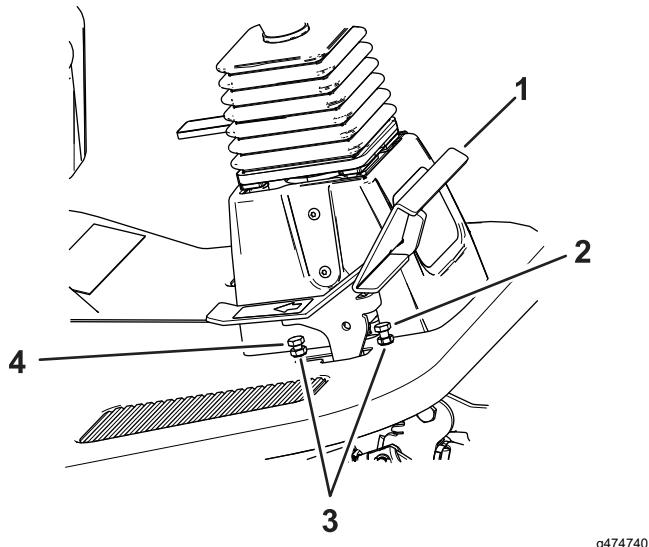

Figura 79
1. Mova o pedal de tração completamente para a frente (Figura 79).
- A. Utilizando uma chave, prenda o batente do pedal de tração para a frente e desperte a porca de retenção na parte posterior do suporte (Figura 79).
- B. Mova o pedal de tração para a posição pretendida (Figura 79).
de tração entre em contacto com o pedal (Figura 79).